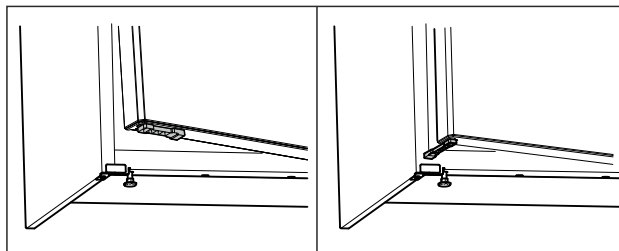

Fig. 68 *
- ▶ Otočte obmedzovač otvorenia dverí o 90°. (pozri Fig. 68) *